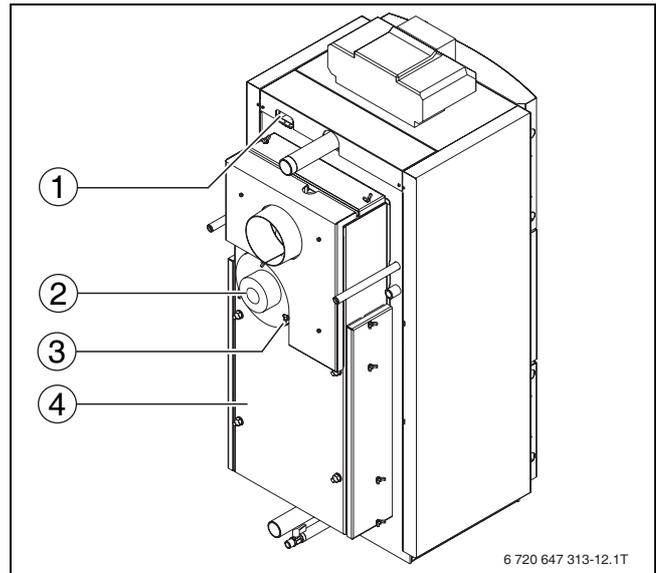

Fig. 28 Installazione ventilatore fumi
- Verificare mensilmente il collettore fumi (→ fig. 28 [4], pag. 30) e se necessario pulirlo.
- ▶ Svitare i dadi ad alette (→ fig. 28, [3]).
- ▶ Estrarre con cautela il ventilatore fumi (→ fig. 28, [2]) dai perni filettati.